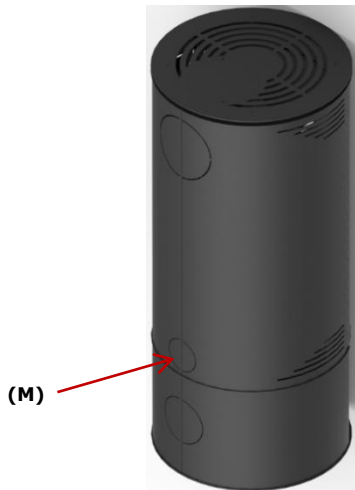

Figura 4 - Vista posterior do equipamento, (M) secção a eliminar para entrada de ar externa
Na zona inferior das capas laterais, como mostra a Figura 4, deverá partir as micro-juntas das capas laterais (M).